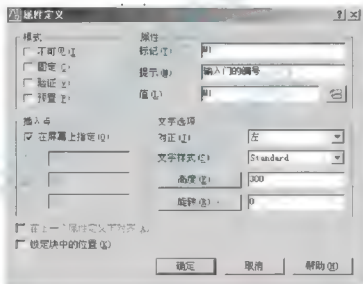
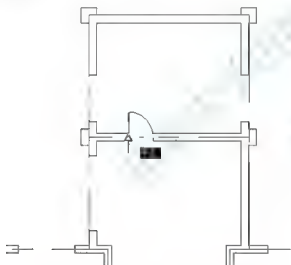

图 3.67 【属性定义】对话框的设置
图 3.75 插入 “门” 图块
(1) 执行菜单栏中的【绘图】|【块】|【属性定义】命令, 打开【属性定义】对话框。
(2) 如图 3.67 所示, 设定【属性定义】对话框后单击【确定】按钮, 此时 M1 的左下角点附着在光标处, 这是因为【文字选项】选项组中的【对正】方式为左对正。
如图 3.67 所示, 【属性定义】对话框中的【值】文本框内设定的是插入图块时命令行出现的属性的默认值。通常将经常使用的属性值或较难输入的属性值设定为默认值。
(5) 在指定插入点或 [基点 (B)/ 比例 (S)/ 旋转 (R)/ 预览比例 (PS)/ 预览旋转 (PR)]: 提示下, 捕捉如图 3.75 所示的卫生间门洞口处。
(6) 在输入门的编号 <M1>: 提示下, 输入 “M3” 后按 Enter 键结束命令。
注意, 在第 (6) 步中命令行出现的 “输入门的编号 <M1>.” 是图 3.67 中自己设定的提示 (输入门]的编号) 和值 (M1)。